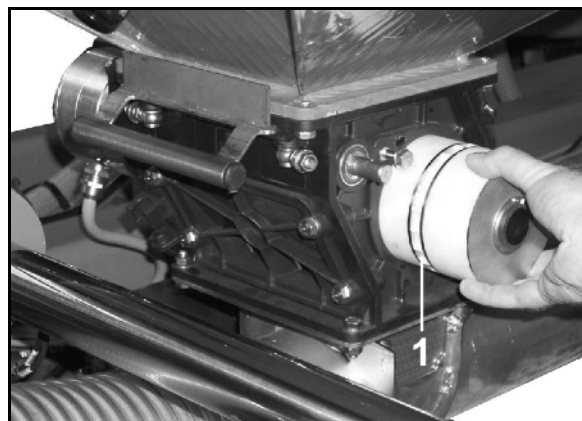

Рис. 118
4. Открутите барашковые гайки (Рис. 118/1) и снимите с распределительной головки прозрачную пластиковую крышку (Рис. 118/2).
6. Установите пластиковую крышку (Рис. 118/2).
7. Закрепите пластиковую крышку при помощи барашковых гаек (Рис. 118/1).